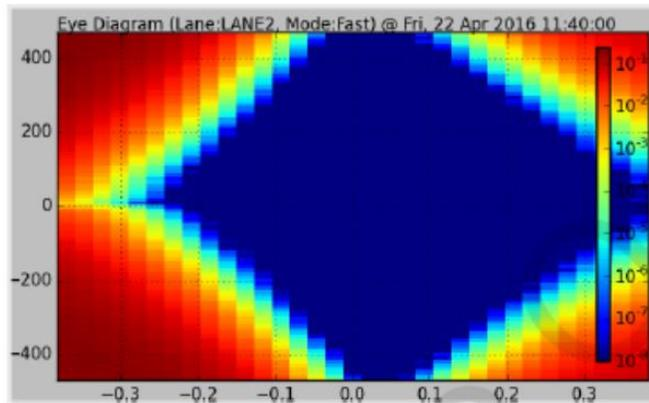

Figure 1. AFE80 getSerdesEye 回读眼图
- 之后将 `ber` 和 `extent` 传递给下图中的 Python 脚本得到如图 1 中的眼图。完整的眼图由数据矩阵组成，大小为 33x95 像素。每个像素返回一个 0 到 255 之间的值，可以通过函数 $BER = 10(-\text{pixel}/16)$ 计算 BER，下图中右侧的颜色图例表示的为不同像素点的 BER 水平，BER 水平越小表示颜色越蓝。蓝色部分表示张开的眼图，黄色部分表示眼图的边沿，红色部分表示眼图叠加后重叠的部分。下图中眼宽分辨率约为 0.0232UI，覆盖范围从 -0.37UI 到 +0.37UI。眼高分辨率会根据 `extent` 的值进行缩放，单位为 mV。